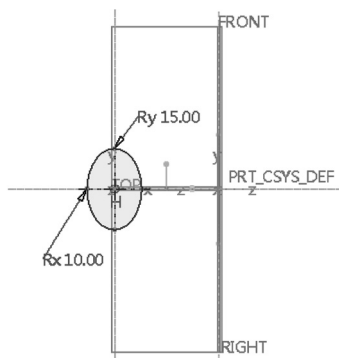

图 4-108 绘制截面 3
11) 在“截面”面板中单击“草绘”按钮，绘制图 4-108 所示的截面 3，单击✔（确定）按钮。